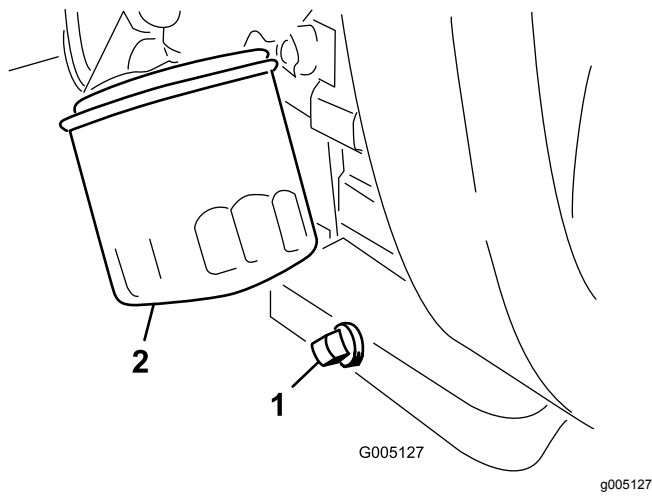

Figura 29
1. Togliete il tappo di spurgo (Figura 29) e lasciate defluire l'olio in una bacinella.
2. Pulite i filetti del tappo di spurgo, applicate sigillante PTFE e montate il tappo di spurgo (Figura 29).
3. Togliete il filtro dell'olio (Figura 29).